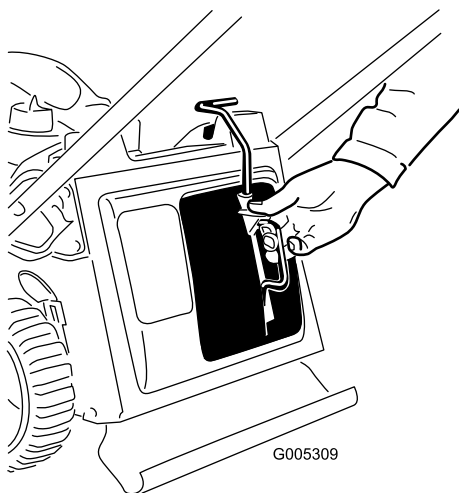

Figura 27
1. Togliete il tappo mulching (Figura 27).